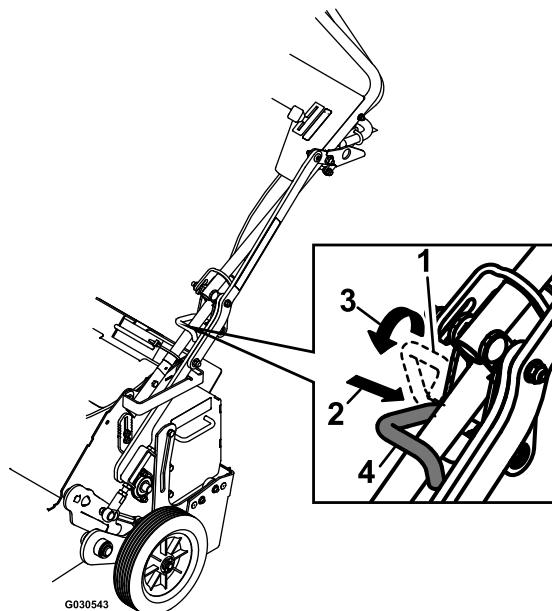

Рисунок 19
- Попробуйте зафиксировать транспортную защелку на нижнем рычаге; см. Рисунок 19.